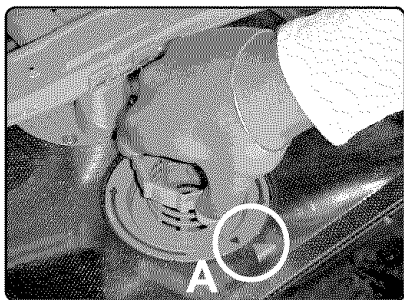

Figure 44/Illus. 44
1. Grasp the ring handle, as shown in Figure 44. Turn the ring handle counter-clockwise 1/4 turn and lift out the Large Object Trap/ Micro Filter Assembly, as shown in Figure 45.
1. Saisir la poignée, comme à la figure 44. Tourner la poignée dans le sens contre horaire 1/4 de tour et soulever l'assemblage micro filtre et crépine, comme à la figure 45.
1. Agarre la manilla en forma de anillo como se ve en la Ilustración 44. Dele vuelta a la manilla un 1/4 de la vuelta al contrario del reloj y saque la Ensambladura de Trampa de Objetos Grandes/Micro Filtro como muestra la Ilustración 45.
3. Dele vuelta a la manilla en forma de anillo un 1/4 de la vuelta con el reloj hasta que se tranque. La flecha en la manilla y la flecha en el filtro fino deben indicarse una a la otra, tal como muestra la Ilustración 44.
circle labelled A in Figure 44.